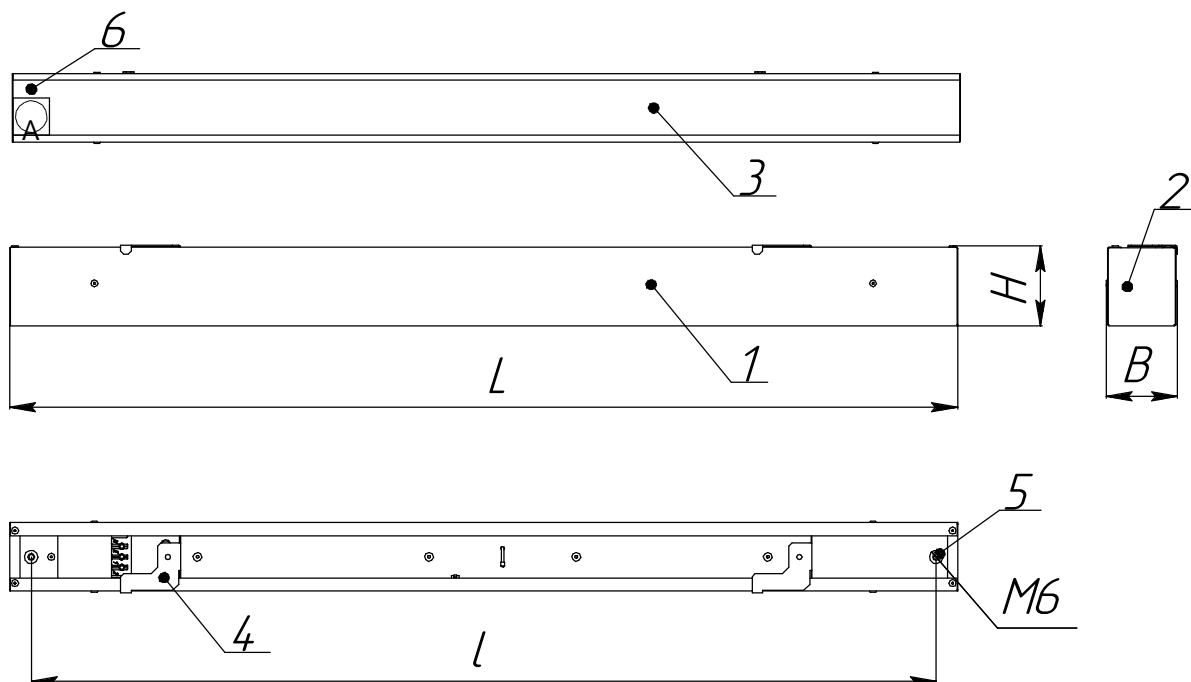

Рисунок 1 - Общий вид светильника серии ДПО07
5.7 Подайте напряжение питания по *некоммутируемой* сети освещения. Индикатор заряда должен засветиться (см. рисунок 1, поз. 6). Если индикатор заряда не засветился, то необходимо проверить по коммутируемой сети освещения. Если светильник не светит, то также проверьте правильность его подключения.
5.8 В светильниках присутствует ручное тестирование аварийного режима **"Магнитный тестовый выключатель"**: выключите светильник. Поднесите "Магнит неодимовый Е42" (заказывается отдельно) (или аналогичный магнит с силой сцепления не менее 60 кг) в плотную к области расположения индикатора (см. рисунок 1, поз. 6). Источник питания светильника переключится в аварийный режим, напряжение на светодиодные модули будет подаваться от аккумулятора. Для возврата в рабочий режим отдалите магнит.